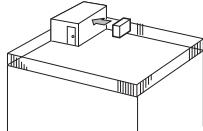

Fig. 2-3
- ① Τοποθετήστε τη μονάδα ώστε το στόμιο εξαγωγής του αέρα να είναι στραμμένο προς τον πλαϊσιότερο διαθέσιμο τοίχο και να απέχει περίπου 35 cm. (Fig. 2-3)